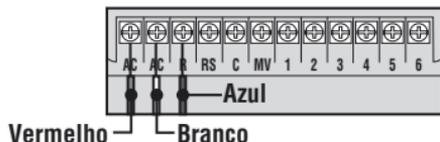

Figura 1
em T e, em seguida, no compartimento de instalação do controlador, conforme ilustrado na Figura 1.
3. Enrosque o encaixe SmartPort® na derivação em T (ou noutros conectores), conforme ilustrado na Figura 1.